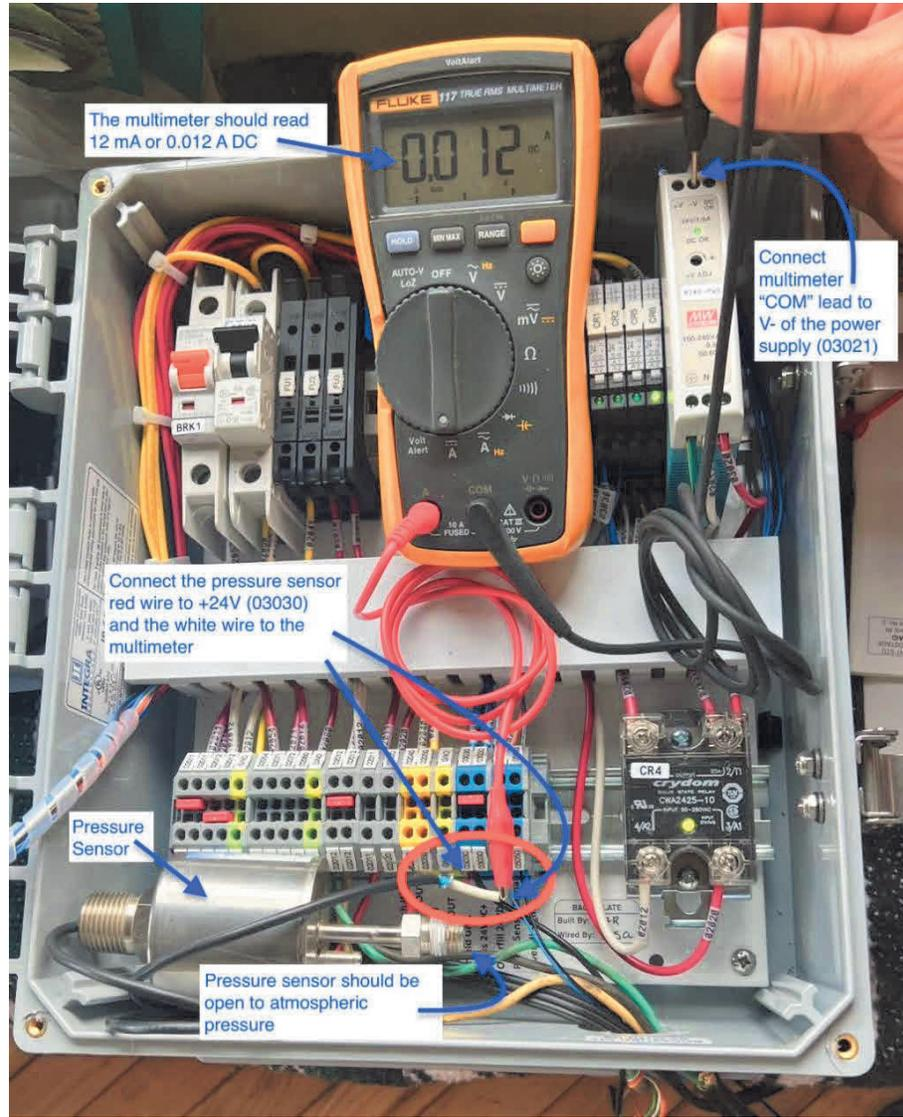

Figura 8-15: Ejemplo de conexión de multímetro y sensor de presión para prueba
- Usando un multímetro digital y un suministro de 24 VCC, puede verificar que el sensor de presión funcione correctamente. **Vea Figura 8-15.**
- El procedimiento de prueba del sensor de presión se puede realizar retirando el sensor de presión de la GREEN MACHINE y probando el en el Panel de control. **Vea Figura 8-15.**
#### Vea Figura 8-15